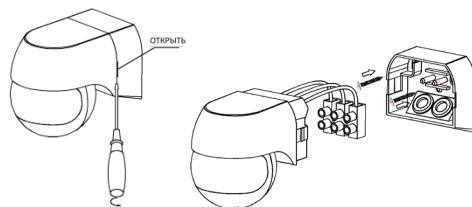

Рис. 1 Схема монтажа
4. Закрепите основание шурупами в заранее подготовленном месте (рис. 1).
5. Подключите питание и протестируйте датчик движения, затем закрепите (рис. 1) корпус датчика на основание.